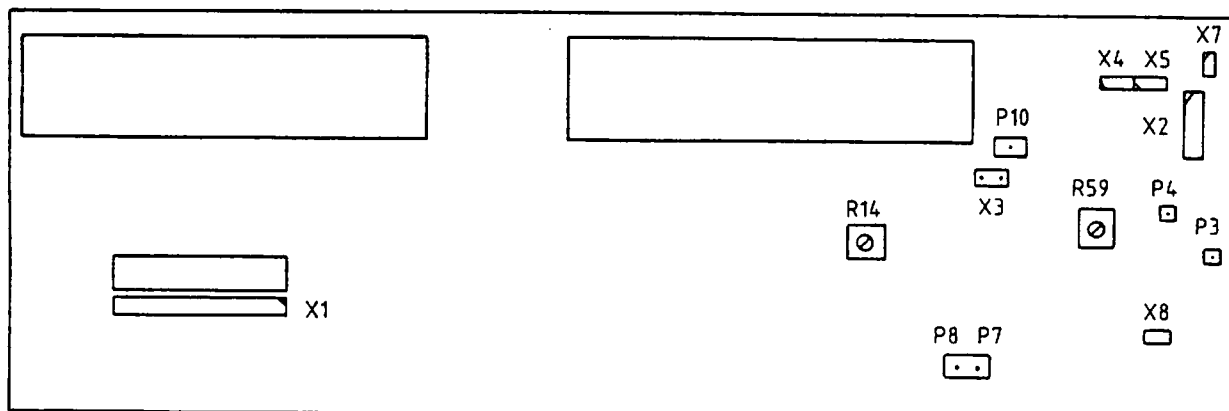

Bild 5-3 Anordnung der Meß- und Abgleichpunkte
- Kontrast der angesteuerten (= dunklen) zu den nicht angesteuerten LCD-Segmenten mit Hilfe des Potentiometers R14 so einstellen, daß sich aus frontaler Sicht auf die Anzeigen ein guter Kontrast ergibt, ohne daß aus einem Blickwinkel von ca. 30° von oben (Vorzugsrichtung) nicht angesteuerte Segmente sichtbar werden. R14 ist nach Entfernen der Beschriftungsplatte durch einen Durchbruch in der Frontplatte zugänglich (siehe Bild 5-3).